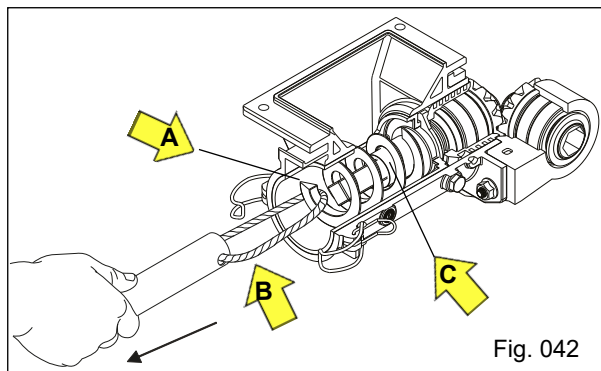

Fig. 042
b) Puxe o cordão do tubo fixador "B" e retire a rosca sem fim "A", retire também o anel trava "C" (Fig. 042).